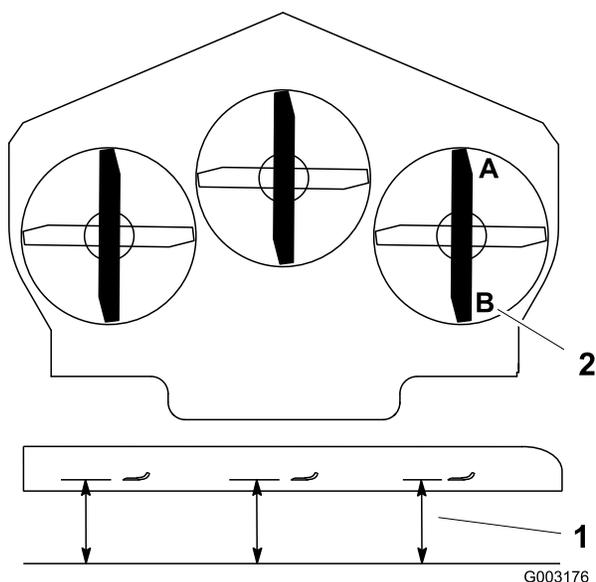

Figura 79
1. Coloque la cuchilla derecha en posición longitudinal (Figura 79).
2. Mida la cuchilla derecha en la posición **A** desde una superficie nivelada hasta el filo de corte del extremo de la cuchilla (Figura 79).
4. Mida la cuchilla derecha en la posición **B** desde una superficie nivelada hasta el filo de corte del extremo de la cuchilla (Figura 79).
6. La cuchilla del cortacésped debe estar entre 6 y 10 mm más baja en la posición **A** que en la posición **B** (Figura 79). Si no es correcta la distancia, continúe con los pasos siguientes.